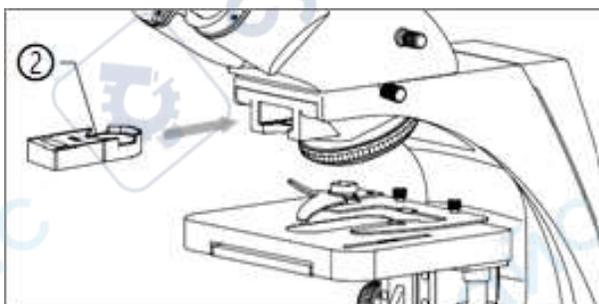

Рис. 10
Контейнер дополнительного модуля ② может быть вставлен с анализатором и пластиной для обнаружения длины волны Gout и другими аксессуарами. Вставляйте его в направлении (рис. 10), пока он не окажется в правильном положении.